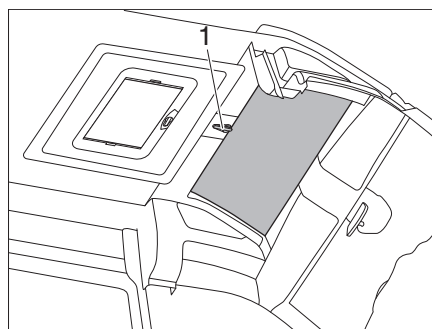

Figure 76 SkyRoof®
- Ouvrir le verrou et faire tourner la manivelle (Figure 76, 1) d'un demi-tour. Le joint peut alors se dilater et le Skyroof est à nouveau parfaitement étanche lors de la fermeture.